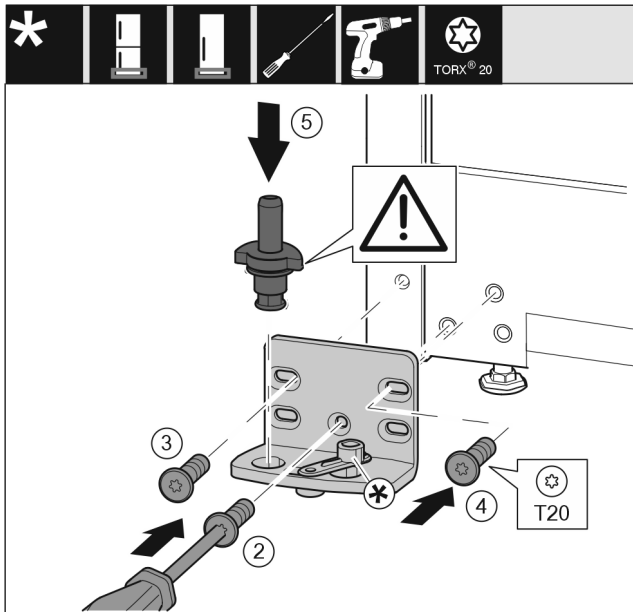

Fig. 16
- Lagerbock auf der anderen Seite ansetzen und mit Hilfe eines Schraubendrehers anschrauben. Mit der Schraube Fig. 16 (2) unten in der Mitte beginnen.
- Schraube Fig. 16 (3) und Schraube Fig. 16 (4) festschrauben.
- Lagerbolzen Fig. 16 (5) komplett einsetzen. Dabei darauf achten, dass der Rastnocken nach hinten zeigt.